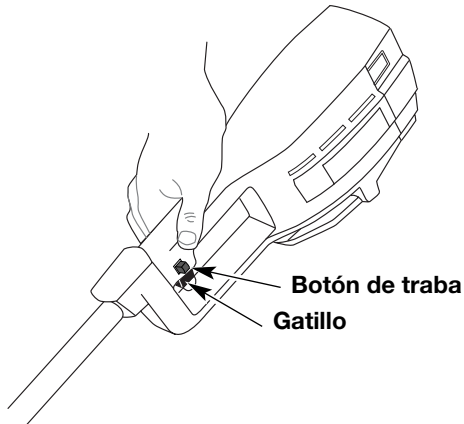

Fig. 6
1. Oprima y sostenga el botón de traba (Fig. 6). Esto permite la operación del gatillo.